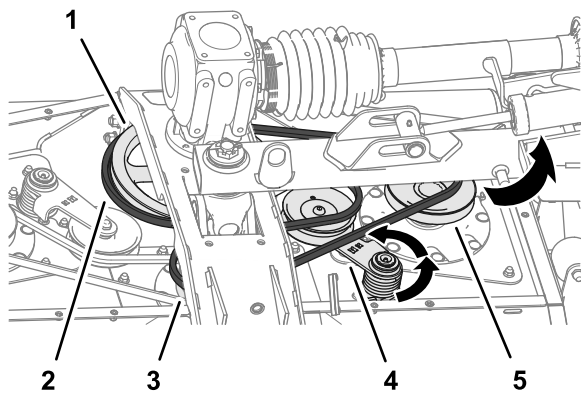

図 65
2. バールなどを使って長いベルトのベルトテンショナを左に回して、テンショナのプーリからベルトを外す 図 65。
3. 長いベルトを駆動プーリ、中央スピンドルプーリ、右側スピンドルプーリから外す 図 65。